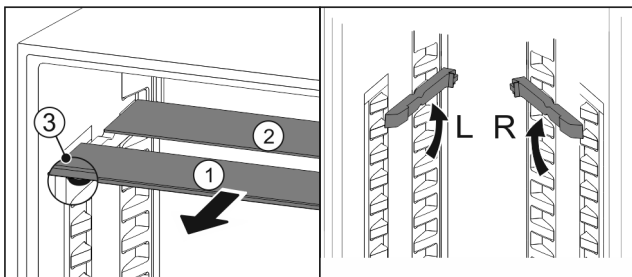

Fig. 93
- Húzza ki Fig. 93 (1) előre az üveglapokat egyesével.
- Az üveglap Fig. 93 (1) a díszléccel előre néz.
- Az ütközők Fig. 93 (3) lefelé mutatnak.